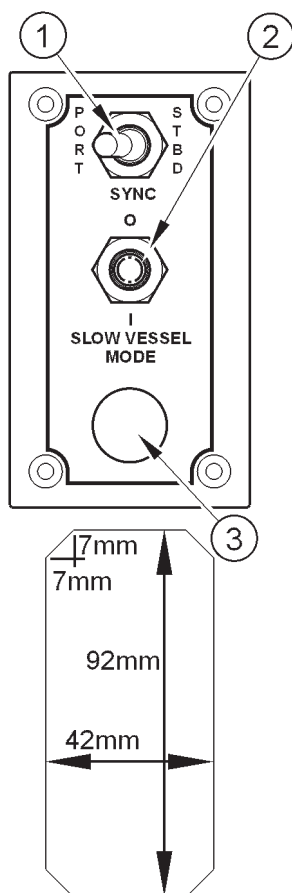

Figura 8
La funzione dell'interruttore di sincronizzazione, figura 8, definisce una delle valvole a farfalla in un'installazione del motore doppio come valvola a farfalla master. Quando l'interruttore (1) è attivato, ciascun motore risponde a questa valvola a farfalla master.